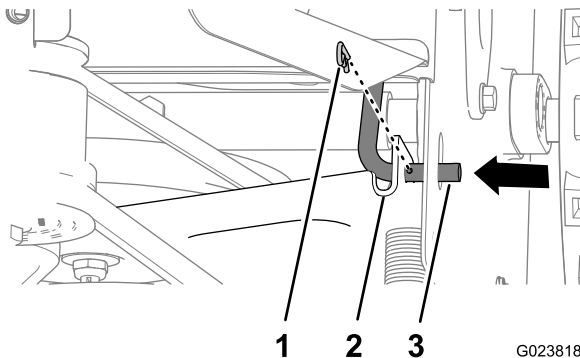

Figura 41
2. Retire la chaveta de la varilla de control de tracción (Figura 41).
3. Retire la varilla de control de tracción del soporte del control de tracción moviendo la varilla hacia dentro (Figura 41).
- Mueva el soporte del control de tracción hacia atrás y alinee el taladro del soporte con la varilla de control de tracción (Figura 41).
- Pase la varilla por el soporte y sujete la varilla con la chaveta (Figura 41).